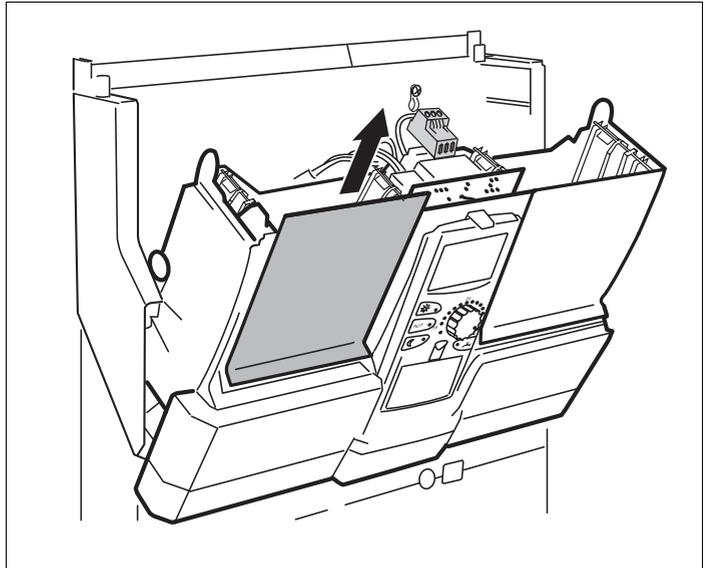

Abb. 5 Blindplatte entfernen
- Blindplatte von Steckplatz 1 (Abb. 5) im Regelgerät entfernen .